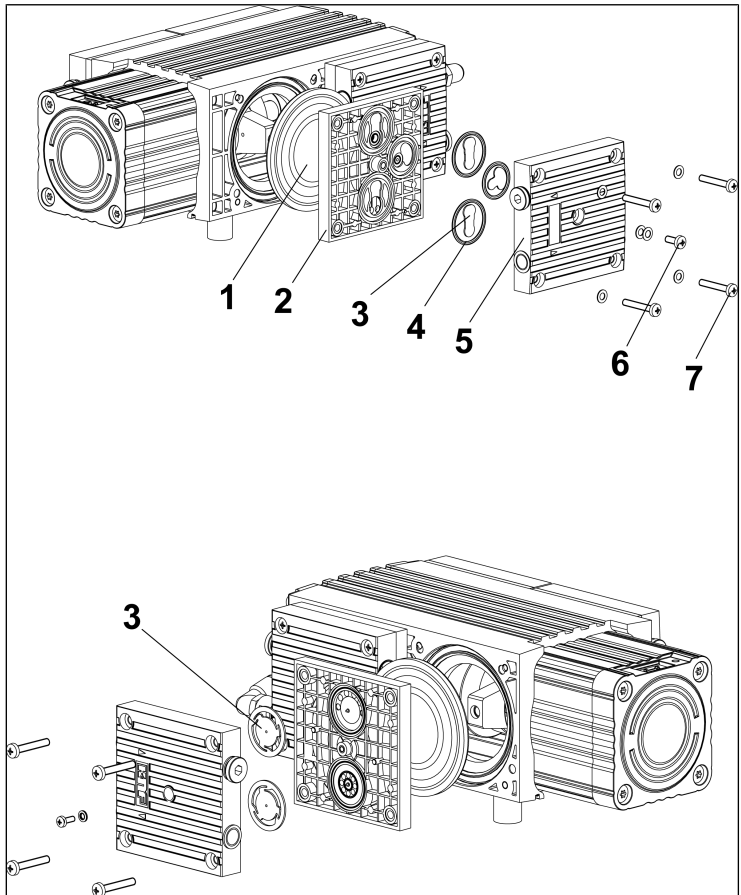

Abb.11: Explosionszeichnung
\*\*siehe Abb. 11
7. Lösen Sie die äußeren 8 Befestigungsschrauben (7/Abb. 11) der Köpfe (1 und 2) und nehmen Sie die Köpfe (1 und 2) ab.
4. Setzen Sie die Köpfe 1 und 2 auf das Kompressorgehäuse auf und ziehen Sie die Befestigungsschrauben (7/Abb. 11) über Kreuz handfest an (Anziehdrehmoment: 3,5 Nm).